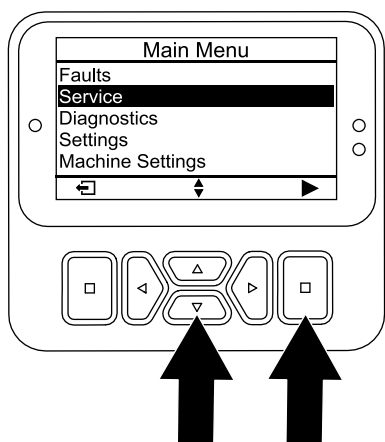

图 119
3. 按向下按钮直至 SERVICE 维护选项被选定然后按选择按钮 图 119。